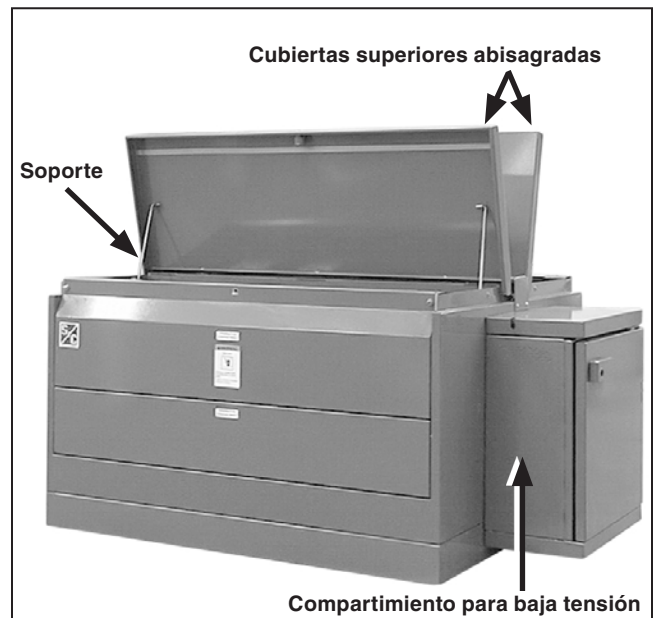

Figura 4. Equipo para montaje en pedestal—con las cubiertas levantadas.
- PASO 3.** Levante las cubiertas superiores y asegúrelas con los soportes. Ver Figura 4.